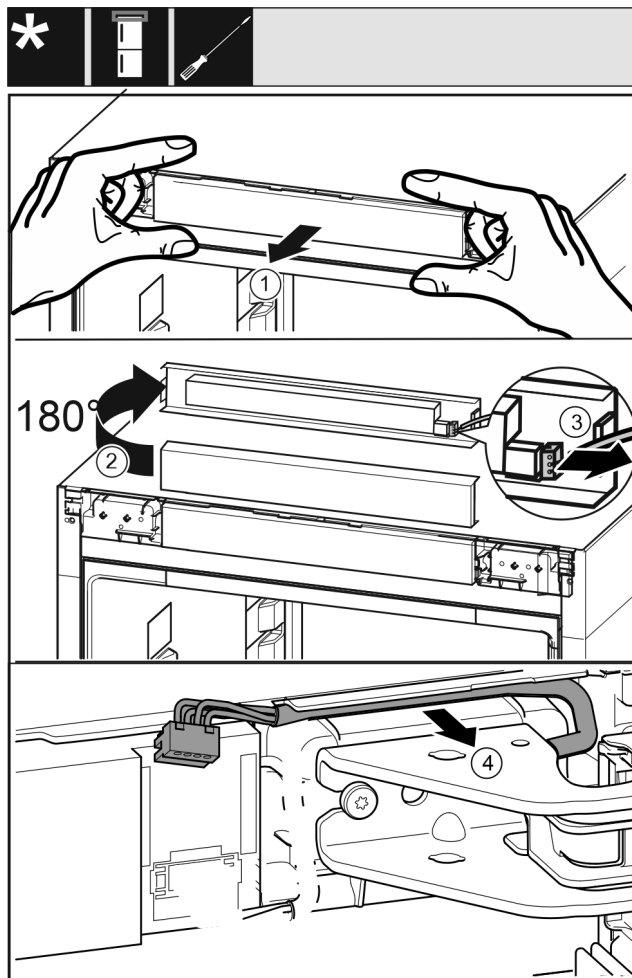

Fig. 22
- Panel Fig. 22 (1) opatrně povolte směrem dopředu.
- Panel Fig. 22 (2) otočte o 180° nahoru.
- Západku Fig. 22 (3) zatlačte dozadu a opatrně vytáhněte zástrčku.
- Kabel Fig. 22 (4) nad stojanem ložiska opatrně uvolněte z vedení.